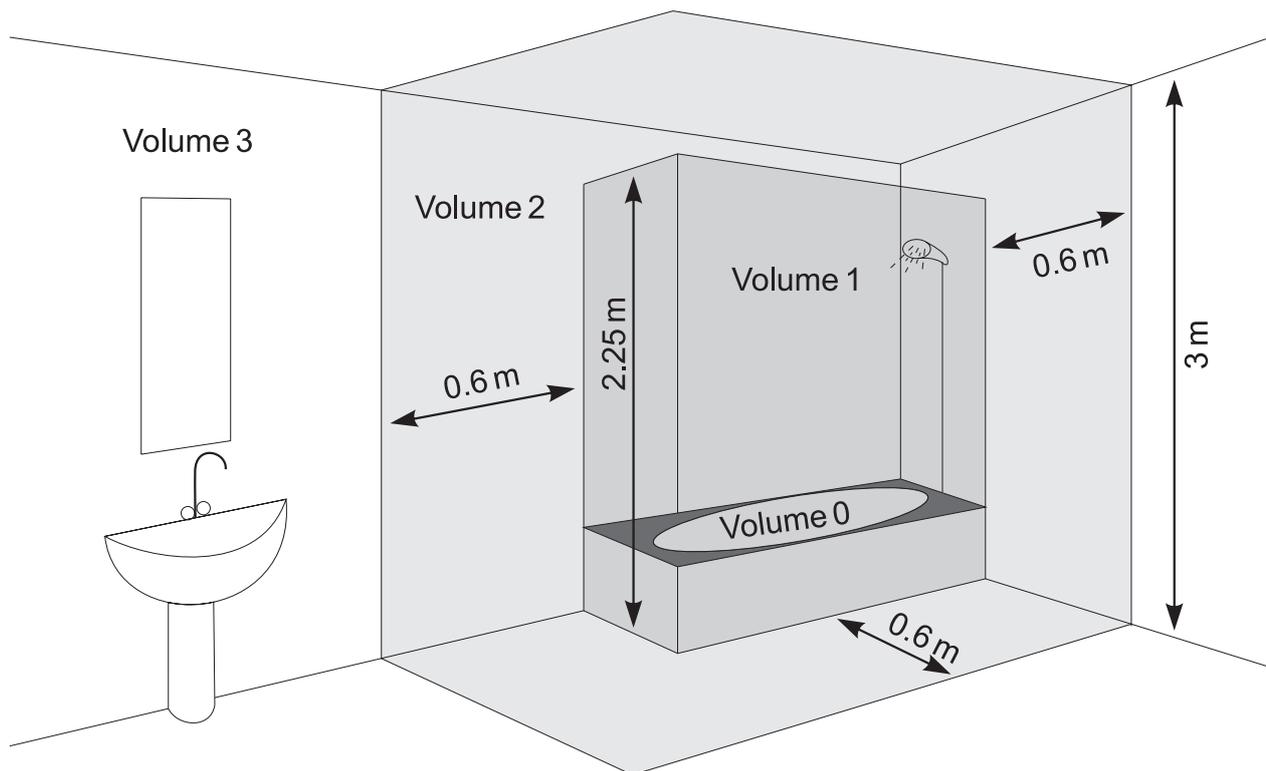

Fig. 11 Espacio de trabajo necesario
6. INSTALACIÓN Y CONEXIÓN (Fig. 11)
En caso de que este dispositivo se utilice en un cuarto de baño o en otra habitación similar, deben observarse los siguientes requisitos de instalación: No lo instale en el "Volumen 2" (ver Fig. 11) para evitar el riesgo de que el cuadro de mando (interruptor de encendido y termostato) sea alcanzado por una persona que se encuentre en una ducha o bañera.